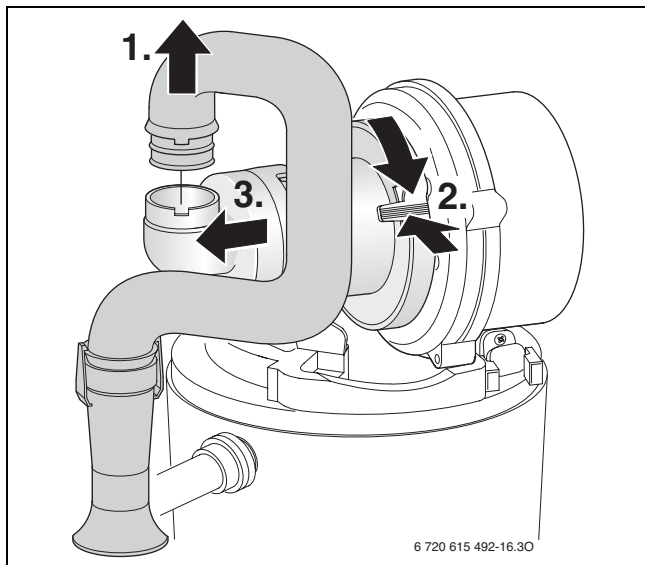
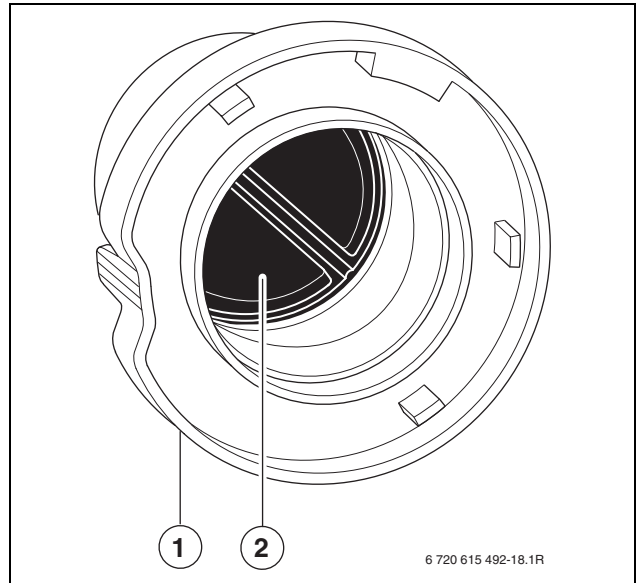

Fig. 47
Fig. 54
- Smontare il miscelatore aria/gas (fig. 54, [1]) seguendo la procedura come da fig. 47.